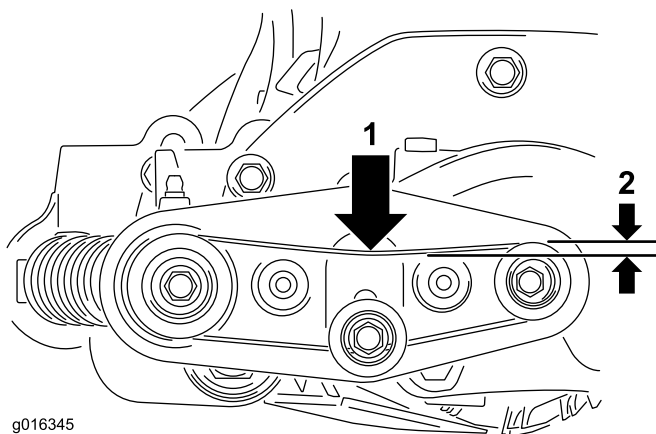

Bild 12
14. Prüfen Sie die Spannung des Bürstentreibriemens. Der Riemen sollte sich in der Mitte ca. 6 mm durchbiegen, wenn Sie eine Kraft von 1 kg anwenden, siehe Bild 12.